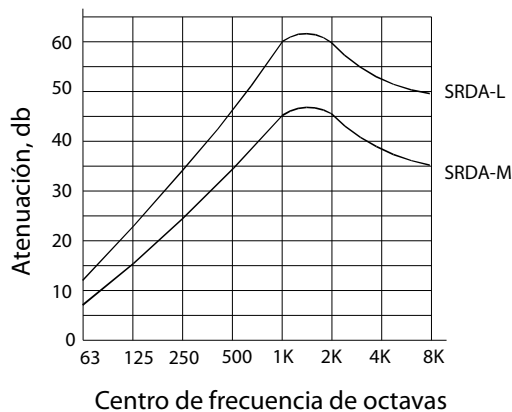

Figura 5 : Silenciador reactivo disipativo anular.
del silenciador. Cada modelo se presenta en el tamaño estándar (M) o largo (L) para máxima atenuación. En la tabla 3 se indican las dimensiones de los distintos modelos y la figura 5, muestra una curva típica de atenuación vs. frecuencia.